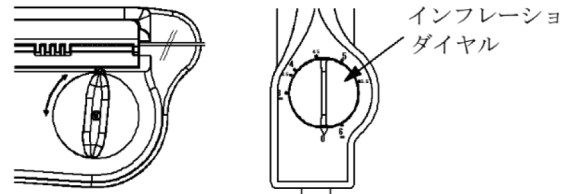

図5
- 1) EZアダプタのダイヤルノブの矢印が2つの位置マークの間に来るまでノブを時計方向に回す。次に、EZフレタのインフレーションダイヤルを反時計方向に回し、「0」の位置に戻す(図5参照のこと)。